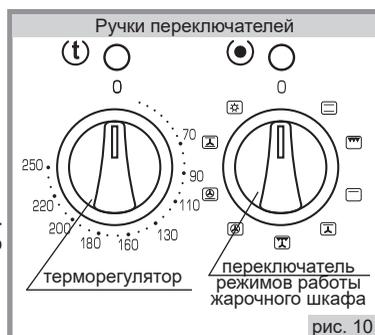

рис. 10
■ Установка рабочей температуры в жарочном шкафу обеспечивается терморегулятором, который задает необходимую температуру (рис.10). Значения температур указаны на панели управления и являются ориентировочными, могут колебаться в пределах $\pm 15^{\circ}\text{C}$.
- Ручкой переключателя режимов (рис. 10) установить нужный Вам режим работы жарочного шкафа, повернув ручку в любую сторону и установив ее на нужный значок. При этом над ручкой загорается красная сигнальная лампочка, что означает готовность жарочного шкафа к работе, но нагреватели при этом не включаются.